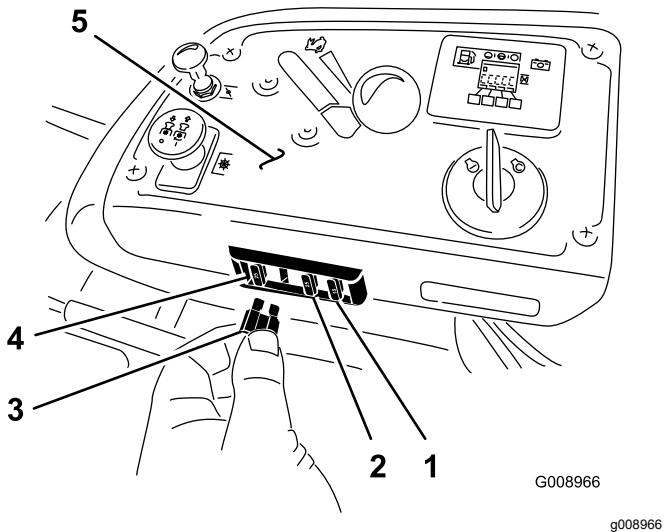

Figura 77
Os fusíveis encontram-se na consola do lado direito do banco (Figura 77).
2. Instale um novo fusível (Figura 77).